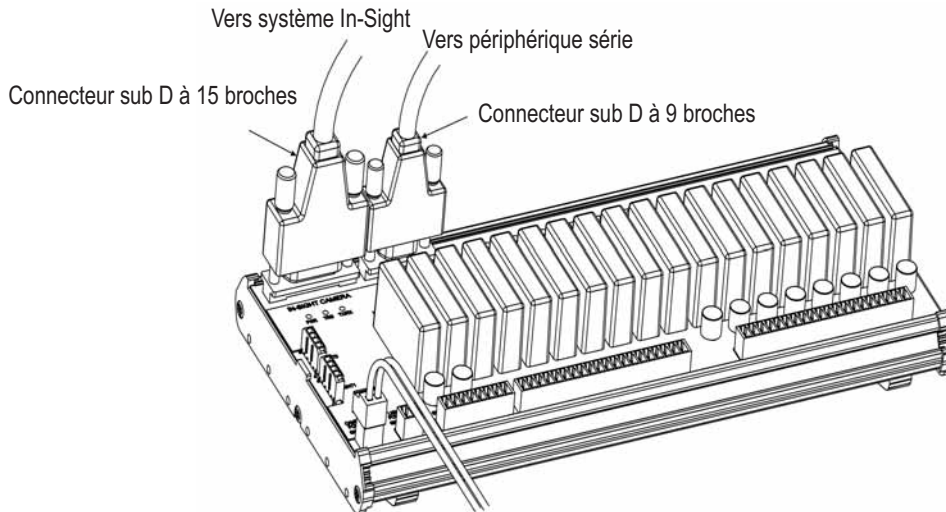

Figure 3-7 : Connexion du câble d'E/S et du câble série
3. En option, branchez le connecteur DB9 mâle d'un câble série RS-232 sur le connecteur DB9 femelle correspondant du module d'extension d'E/S (Figure 3-7).